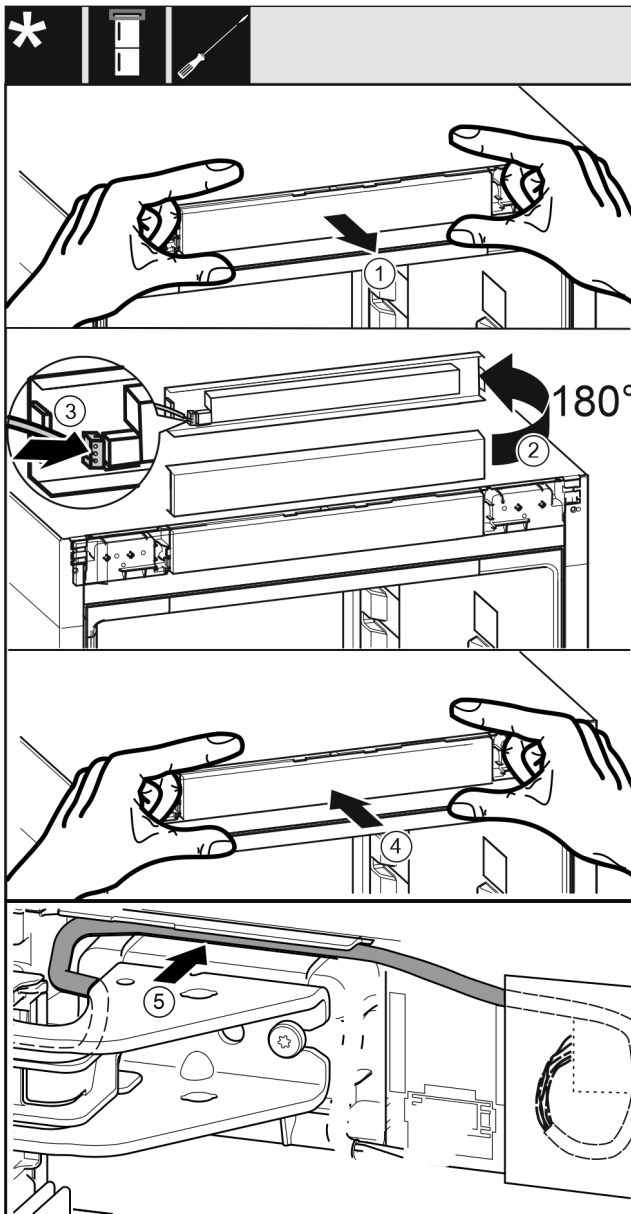

Fig. 62
- ▶ Óvatosan vegye ki a kezelőpanelt Fig. 62 [1].
- ▶ Fordítsa felfelé a kezelőpanelt Fig. 62 [2] 180°-kal.
- ▶ Pattintsa rá a dugót Fig. 62 [3] a kezelőelem paneljére.
- ▶ Pattintsa vissza a kezelőpanelt Fig. 62 [4] a készülékre.
- ▶ Vezesse el óvatosan a kábelt Fig. 62 [5] a felső csapágybak fölötti vezetősínben.